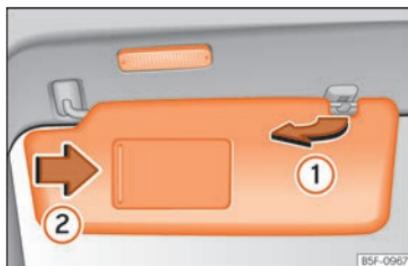

Fig. 146 Pala do sol.
- A pala do sol pode ser puxada para fora da fixação e ser virada para a porta »» Fig. 146 .
Na pala do sol rebatível há um espelho de cortesia, coberto por uma tampa. Ao deslizar a tampa »» Fig. 146 acende-se uma luz.